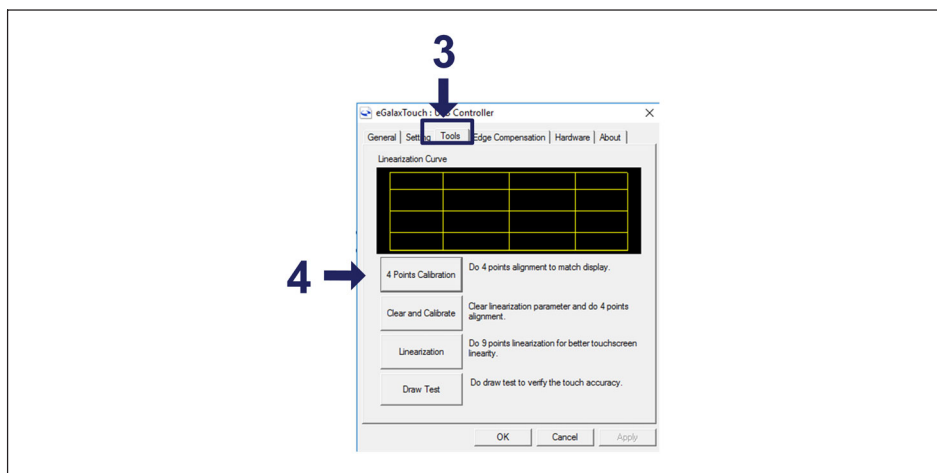

Fig. 3.14 Paramétrage du calibrage de l'écran
- Après avoir chargé l'utilitaire, sélectionnez l'onglet **Tools** (Outils) (3 sur la Fig. 3.14) et appuyez sur le bouton **4 Points Calibration** (Calibrage en 4 points) (4 sur la Fig. 3.14) pour lancer le calibrage de l'écran.